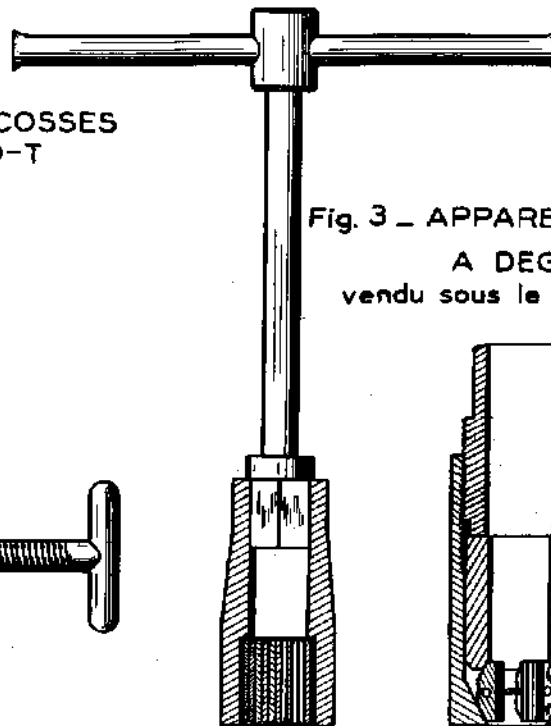

Fig. 1 _ EXTRACTEUR DE COSSES
m) Sertir les tubes de passage de bougies (dans le cas seulement d'une fuite d'huile dans l'alvéole), (utiliser le dudgeon 1604-T, voir Pl. 8, fig. 1).....	Dudgeon 1604-T